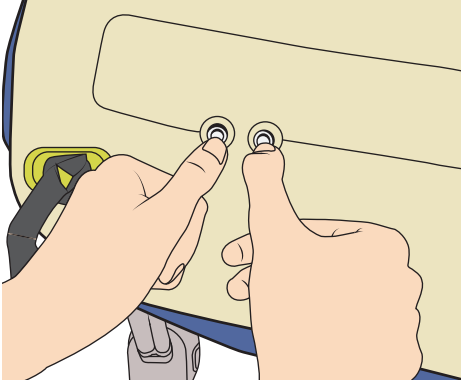

図 61
3. 2つのバルブの真ん中を押し、Auralis シートクッションを収縮させます。図 61 を参照してください。